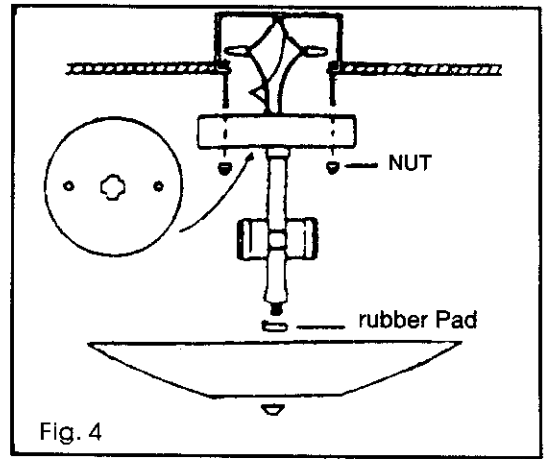

Fig. 4
4. If applicable, attach shades to fixture. Some shades require the use of shade attachment screws. Do not overtighten these screws—too much pressure could cause glass breaking. See Fig. 4 for placement of fabric spacer, not supplied on all models.
4. Si es necesario colocar pantallas a la lampara. Algunos pantallas requieren el uso de dispositivos atomillado. No apriete demasiado el atomillado, porque podria romper el vidrio. Ver fig. 4, para la colocacion de la pantalla de fabrica, no incluida en todos los modelos.